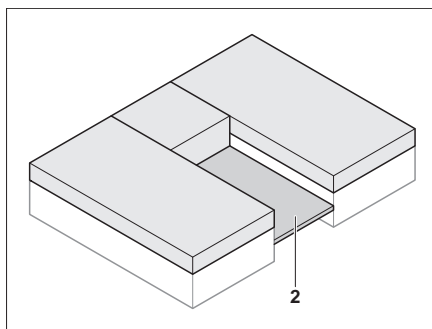

Bild 83 Dra ut ribbotten
- Dra ut ribbotten (Bild 83,2) mellan enkelsängarna.